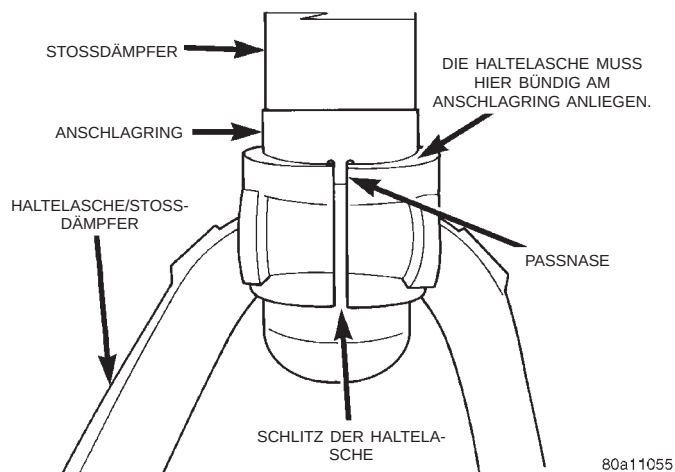

Abb. 26 Haltelasche korrekt am Stoßdämpfer montiert
(11) Haltelasche am Stoßdämpfer montieren. Dazu die Haltelasche mit einem Messingdurchschlag auf den Stoßdämpfer treiben, bis sie bündig am Anschlagring anliegt. Die Paßnase am Anschlagring (Abb. 26) muß im Schlitz der Haltelasche sitzen.